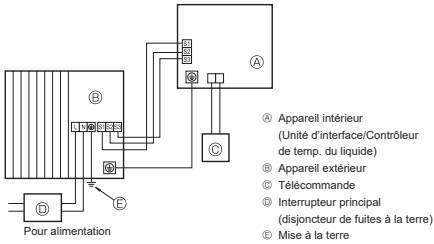
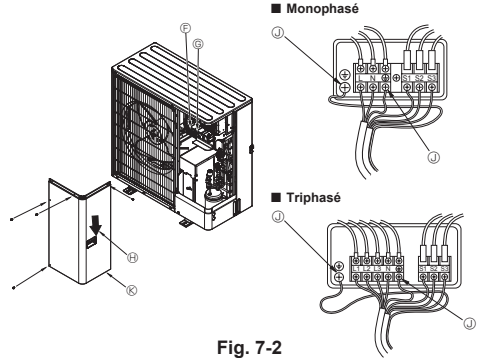

Fig. 7-1
Fig. 7-2
### 7.1. Appareil extérieur (Fig. 7-1, Fig. 7-2)
- ① Retirer le panneau de service.
- ② Effectuer le câblage conformément aux Fig. 7-1 et Fig. 7-2.